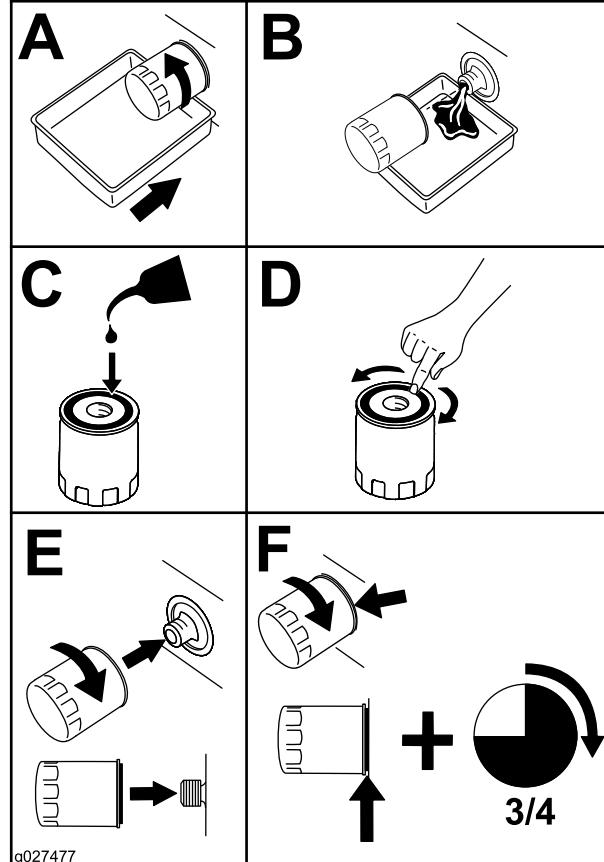

Bild 49
2. Wechseln Sie den MotorölfILTER (Bild 49).